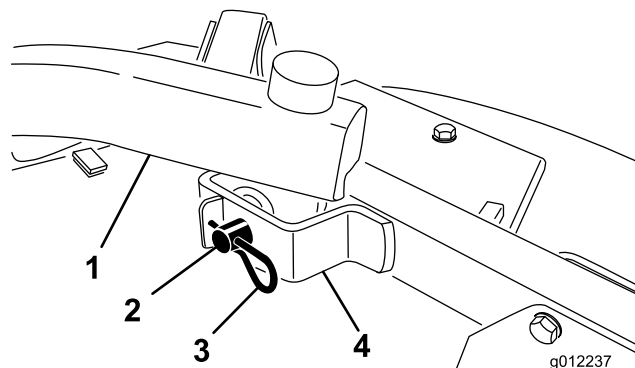

Figure 24
4. Retirez les goupilles fendues et les axes de chape qui fixent les bras de relevage aux supports des bras pivotants (Figure 24).